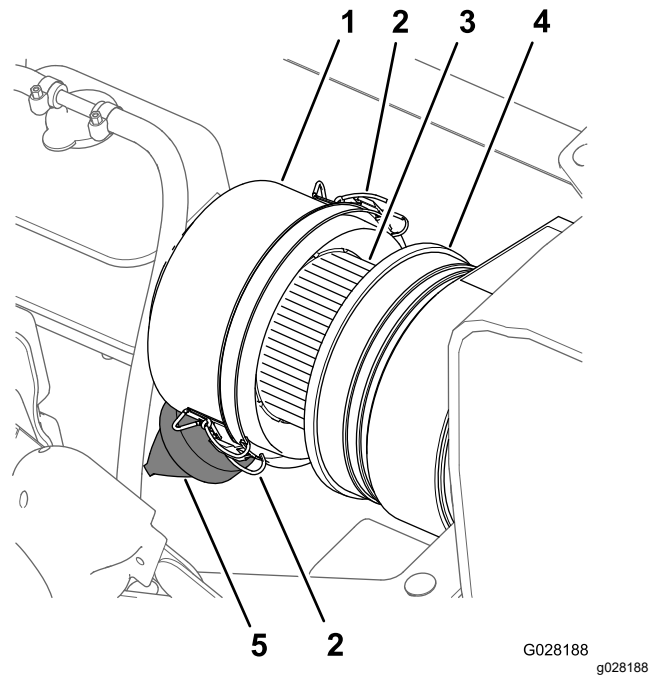

Bild 73
3. Reinigen Sie den Staubdeckel und das Luftfiltergehäuse (Bild 73).
4. Prüfen Sie das Gehäuse des Luftfilters auf Schäden, die eventuell zu einem Luftleck führen könnten (Bild 73).
5. Drücken Sie das Staubventil zusammen, um Schmutz, Staub und Rückstände zu entfernen (Bild 73).
7. Überprüfen Sie den Luftfiltereinsatz auf starke Staub, Schmutz- oder Rückstandsansammlungen (Bild 73).
8. Setzen Sie den Staubdeckel auf das Luftfiltergehäuse und befestigen den Deckel mit den zwei Riegeln (Bild 73).
2. Reinigen Sie den Staubdeckel und das Luftfiltergehäuse (Bild 73).
6. Wischen Sie die Innenseite des Staubdeckels, des Luftfiltergehäuses und des Staubventils mit einem feuchten Lappen ab (Bild 73 und Bild 74).